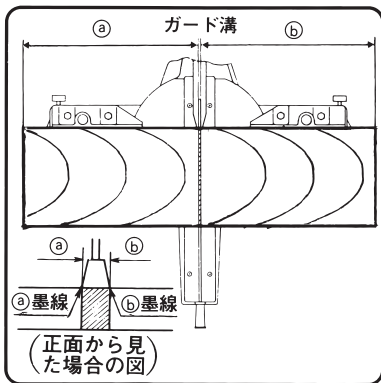

図 24
- (1) 材料を切断する際、この刃の厚さ分が切削されますので、①の長さが必要な場合、墨線をガード溝またはこの刃側面の左側に、②の長さが必要な場合、右側に合わせてください。(図24)
- (2) スイッチを入れたこの刃の回転が完全に上がって安定してから、ハンドルを静かに下げて材料に近づけます。
- (3) この刃が材料に接したらハンドルを徐々に押し下げて切込みます。
- (4) 切断が終わったところでスイッチを切り、この刃が完全に停止してからハンドルを持ち上げ、もとの位置にもどしてください。